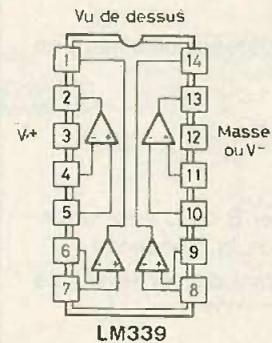

Fig. 12
Dans le boîtier du LM 339 on trouve quatre éléments identiques disposés comme on l'indique à la figure 12.
- a) Connecter les entrées des canaux A et B à un oscillateur donnant un signal sinusoïdal de fréquence 1 kHz valeur non critique, comme indiqué à la figure 12.